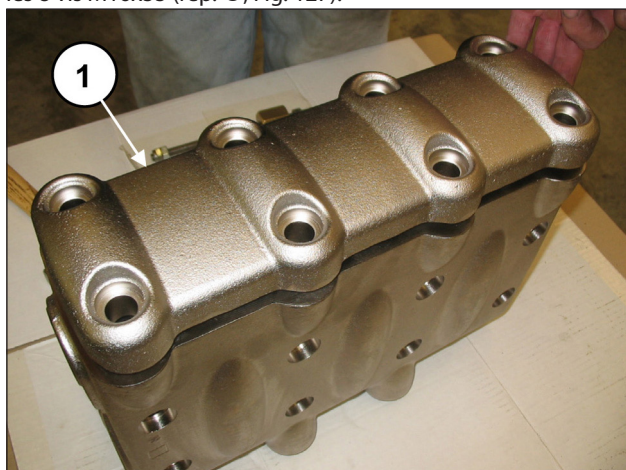
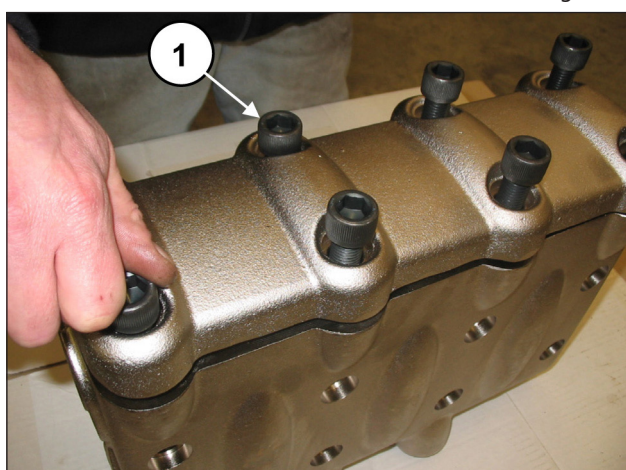

Fig. 126
Fig. 127
Après avoir monté les groupes soupape et le capuchon de soupape, poser le couvre-soupapes (rep. ①, Fig. 126) et visser les 8 vis M16x55 (rep. ①, Fig. 127).